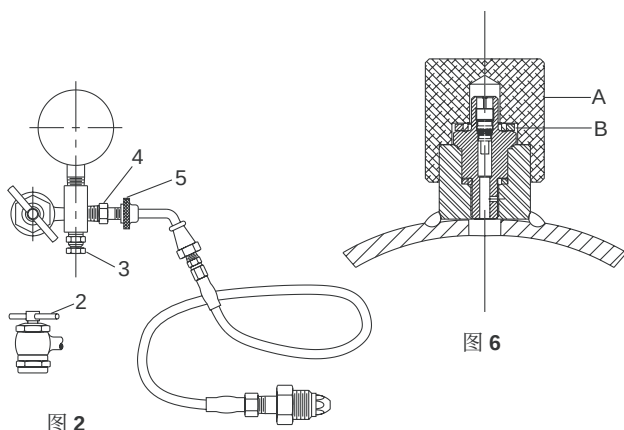

图 2
- (AA) 从蓄能器上取下充气阀保护罩(A)和二次密封件(B)。参见图 2。
- (BB) 拧紧充气阀到 9 ft-lbs + 1 (11.5 Nm + 1.3) 力矩。
- (CC) 将充气组件上的气夹(2)“T”型手柄完全松开(逆时针方向)，然后，将气夹装到膜片式蓄能器上。
- (DD) 关闭放气阀(3)，并拧紧。
- (EE) 确保软管不打结或者扭曲，将旋转螺母(5)装到充气阀上(4)并拧紧(10-15 in lbs (11.5-17 cm kg))。
- (FF) 顺时针拧紧“T”型手柄(2)，将充气阀芯压下。
- (GG) 打开氮气瓶的阀门，此时可以听到“啪”的一声，然后对蓄能器缓慢充气，直到按钮定位在充油口上；然后，将氮气阀门完全打开。当压力表读数达到期望预充气压力的 110% 以后，关闭氮气阀门。
- (HH) 充气后，静放 1~2 分钟，使氮气的温度稳定下来。缓慢地打开放气阀(3)，当充气压力达到期望压力时，关闭针阀(3)。
- (II) 在蓄能器充气完毕后，沿逆时针方向将“T”型手柄(2)完全拧开；然后，打开针阀(3)，排出充气设备中的残留气体。
- (JJ) 夹紧“T”型手柄(2)，使其不能转动，从蓄能器上拆下充气组件。
- (KK) 安装二次密封件(B)和充气阀保护罩(A)。